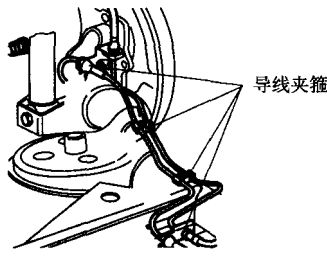

图 2-6 拆卸后轮转速传感器导线夹箍
③ 松开车轮螺栓, 举升车辆, 拆下车轮。
④ 从支架上松开车轮转速传感器导线, 取下车轮转速传感器导线的夹箍, 如图 2-6 所示。